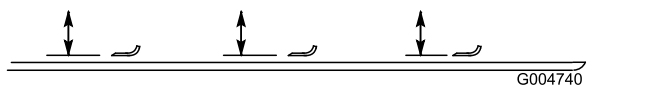

Bild 140
4. Drehen Sie die Messer, bis die Enden nach vorne und hinten zeigen und messen Sie von der Innenseite der Schneideinheit bis zur Schnittkante an der Vorderseite des Messers (Bild 140).